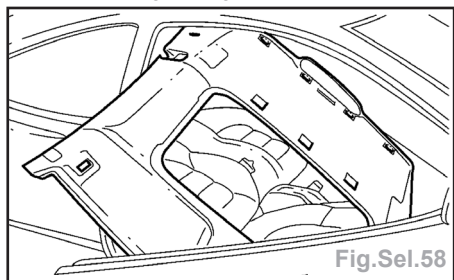

Fig.Sel.58
- Dégager la garniture de pavillon par la porte passager (Fig.Sel.58).